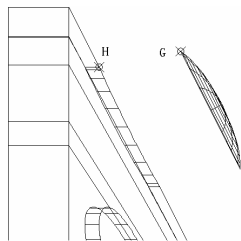

图 6-2-18 移动处理
(31) 切换视图。单击“视图”工具栏中的“左视”按钮, 将视图切换到左视图界面。
(32) 移动处理。在命令行中输入 MOVE 命令并按回车键, 根据命令行的提示进行操作, 选择如图 6-2-17 所示的上半球面并按回车键, 捕捉如图 6-2-18 所示的端点 G 为基点, 以端点 H 作为目标点, 进行移动处理, 结果如图 6-2-19 所示。